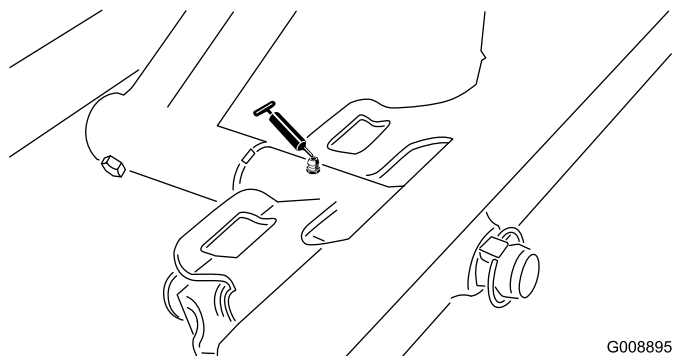

Figura 45
- Perno dell'apparato di taglio anteriore (Figura 45)